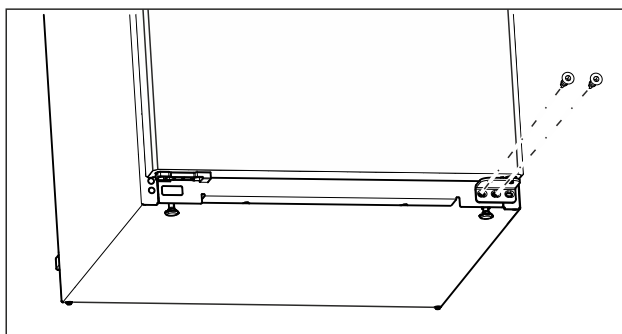

Fig. 10
- Keerake alumisel laagripukil keskmine kruvi Torx 20 kruvikeerajaga välja. (vt. Fig. 10)
- Keerake alumisel laagripukil sisemine kruvi Torx 20 kruvikeerajaga välja. (vt. Fig. 10)